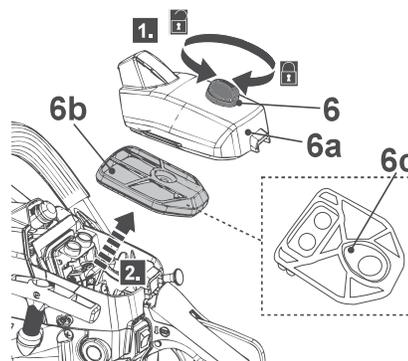

Fig. 52
1. Desaperte o parafuso de fixação (6) (Fig. 52, passo 1) e remova a tampa do filtro de ar (6a) para alcançar o filtro de ar (6b).
2. Retire o filtro de ar (6b) do parafuso de suporte e mantenha o vedante de borracha (6c) na devida posição para evitar perdas (Fig. 52, passo 2).
5. Volte a colocar a tampa do filtro de ar (6a) e fixe-a com o parafuso de fixação (6).